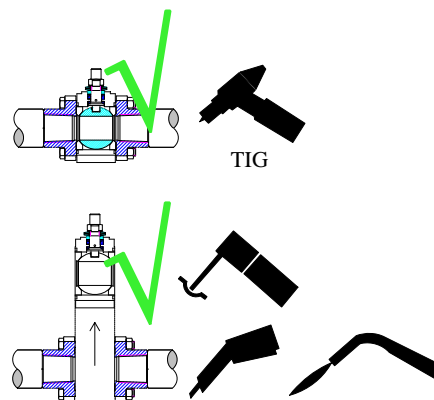

fig 1.3
1. Kuglehane fikseres i åben position mellem rørenderne og punktsvejses fire steder på hver svejseende. Hvis kuglehane TIG svejdes skal den ikke adskilles. Med kuglen i **åben** position færdiggøres svejsningen. Ved andre svejsemetoder eller andre ventiltyper: Se pkt. 2+3 eller kontakt Dansk Ventil Center A/S. (se fig. 1.3)